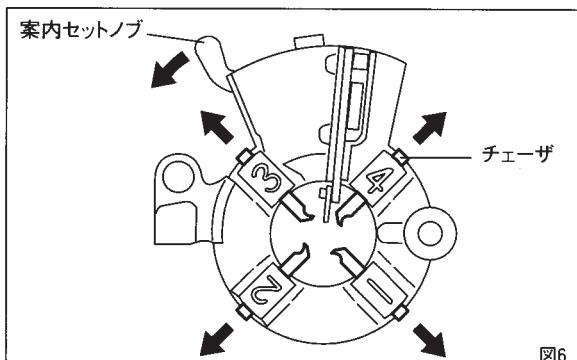

図6
a. チーザの取外しかた(図6)
- 位置決めノッチを位置決めピンから外し案内セットノブを図6の矢印の方向へいっぱいに引きますと、3番と4番のチーザが取外せます。